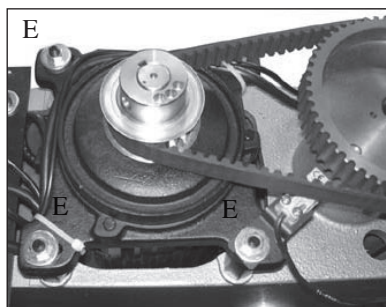

Bild 12
7. Dra åt de fyra skruvarna (E-Fig.12) så att motorn sitter fast ordentligt.